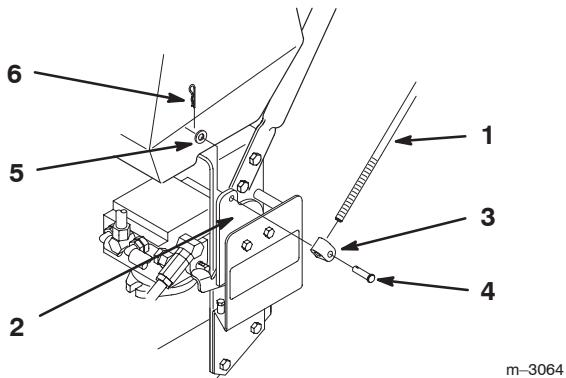

Bild 4
1. Schieben Sie die Lastösenbolzen durch die Gestängebefestigung und das Befestigungsloch in der Schaltbügelhalterung (von außen). Befestigen Sie den Lastösenbolzen mit einer Scheibe und einem Splint (Bild 4).
4. Drücken Sie das Gestänge nach vorne, bis das Lager den Anschlag der Schaltbügelhalterung berührt. Drehen Sie das Gestänge in der Befestigung an der Schaltbügelhalterung hinein oder heraus, bis das Gestänge mit den Löchern an den oberen Schaltbügeln ausgerichtet ist (Bild 4).
4. Drücken Sie das Gestänge nach vorne, bis das Lager den Anschlag der Schaltbügelhalterung berührt. Lockern Sie die Flügelmutter und drehen Sie die Spannschraube hinein oder heraus, bis das Gestänge mit den Löchern in den oberen Schaltbügeln ausgerichtet ist (Bild 4).